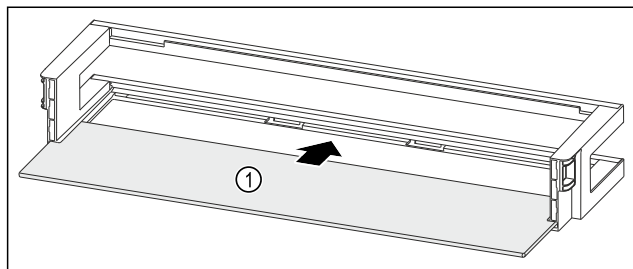

Fig. 90 Raft montat pe ușă cu raft
- ▶ Împingeți în interior raftul Fig. 90 (1) în degajările laterale.